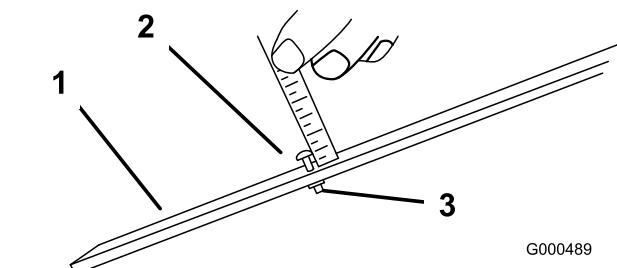

Figura 42
3. Desaperte a porca da barra indicadora (Figura 42) e regule o parafuso de ajuste para a altura de corte desejada. A distância entre a parte inferior da cabeça do parafuso e a face da barra é a altura de corte.